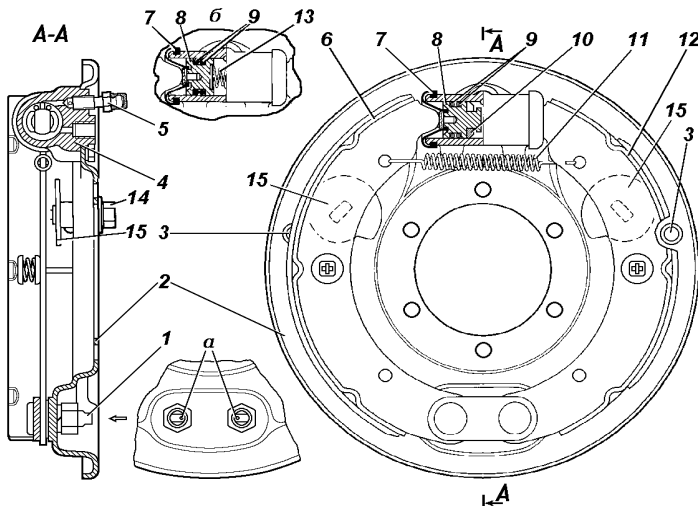
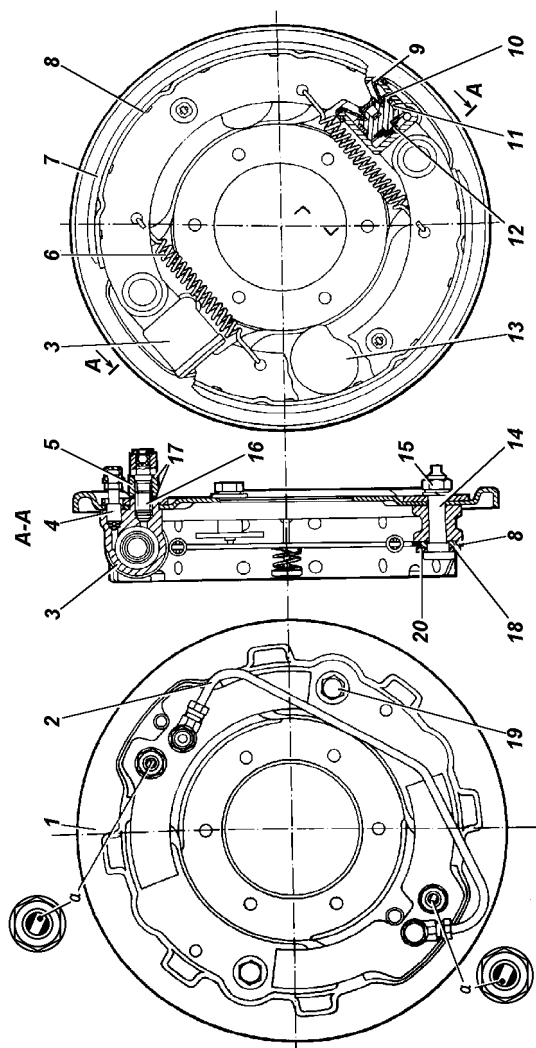

Рис. 9.60. Тормоз заднего колеса:
Рис. 9.61. Тормоз переднего колеса (для мостов, приведенных на рис. 9.46):
Барабанные тормозные механизмы задних колес (рис. 9.60) и барабанные тормозные механизмы передних колес (рис.9.61).
2. Вращайте колесо постепенно и поворачивайте болт 14 (см. рис. 9.60) или 19 (см. рис. 9.61) регулировочного эксцентрика до тех пор, пока колесо не затормозится.